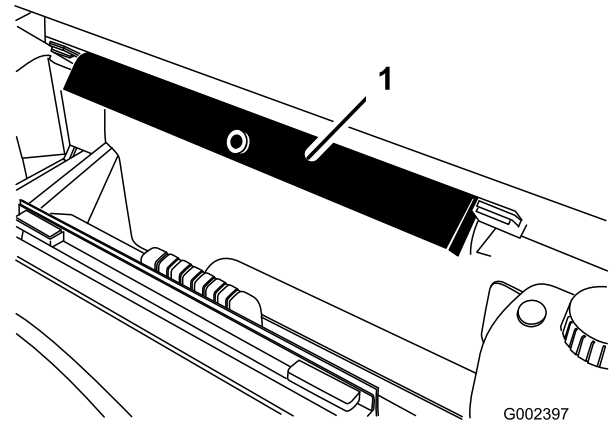

Figura 99
8. Retire el soporte de la plataforma de los soportes de almacenamiento situados en la parte trasera del panel del ROPS (Figura 99).